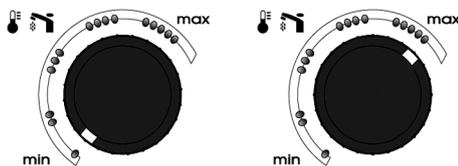

Fig. 12
E' possibile regolare la temperatura dell'acqua agendo sul pulsante (22) sulla posizione **min** e **max** (fig. 12).